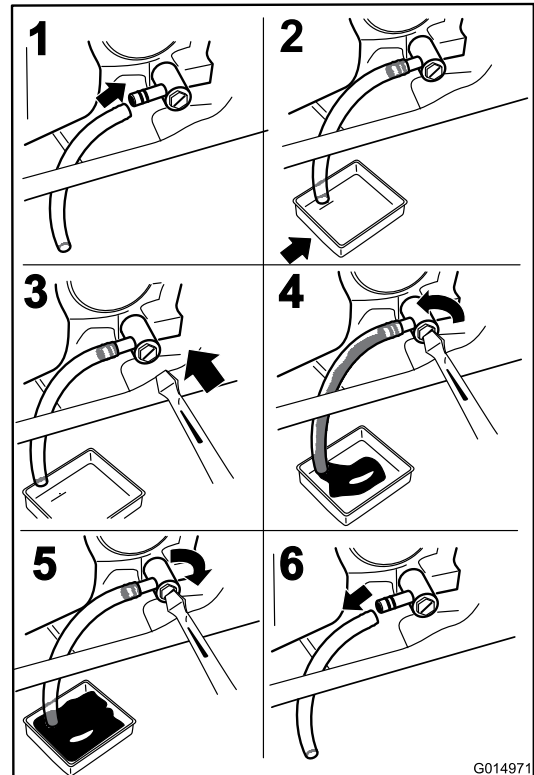

Figure 39
3. Avant de quitter la position de conduite, coupez le moteur, enlevez la clé de contact et attendez l'arrêt de toutes les pièces mobiles (Figure 39).